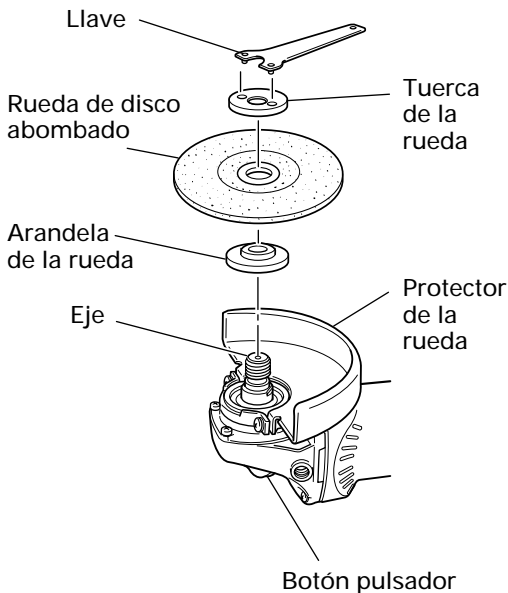

Fig. 5
10. Compruebe el botón pulsador. Cerciérese de que el botón pulsador esté desenganchado presionándolo dos o tres veces antes de conectar la alimentación de la amoladora. (Fig. 5)
Apriete la tuerca de la rueda utilizando la llave suministrada como se muestra en la Fig. 5.